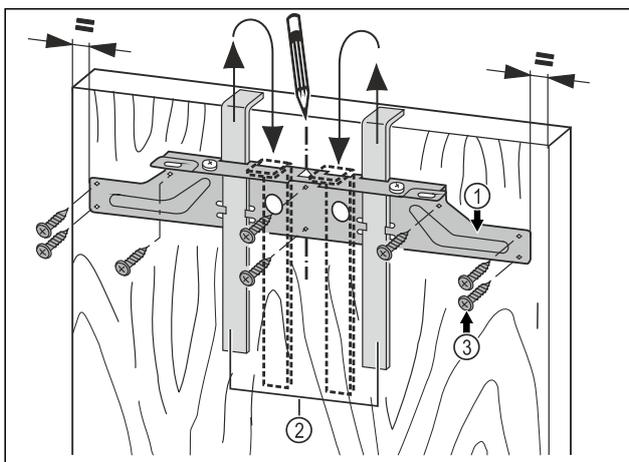

Fig. 17
- Agganciare la traversa di fissaggio Fig. 17 (1) con gli ausili di montaggio Fig. 17 (2) al lato interno della porta del mobile.
- Allineare la traversa di fissaggio Fig. 17 (1) centralmente sulla porta.
- Avvitare la traversa di fissaggio Fig. 17 (1) con almeno 6 viti Fig. 17 (3).
- Avvitare la traversa di fissaggio Fig. 17 (1) con 4 viti Fig. 17 (3) sul bordo.
- Estrarre verso l'alto gli ausili di montaggio Fig. 17 (2) e inserirli ruotati nelle aperture di supporto adiacenti.